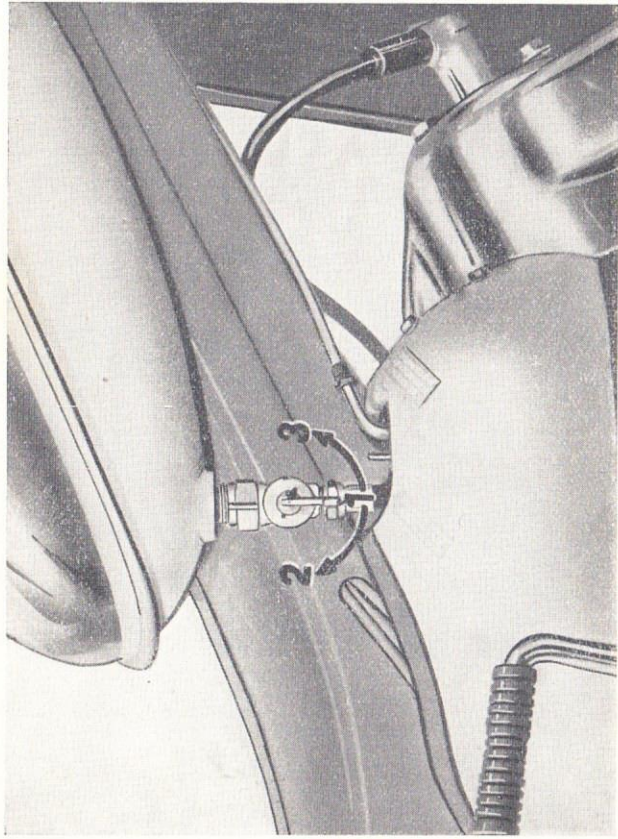

Fig. 4
1. Cerrar el grifo de gasolina (fig. 4/3).